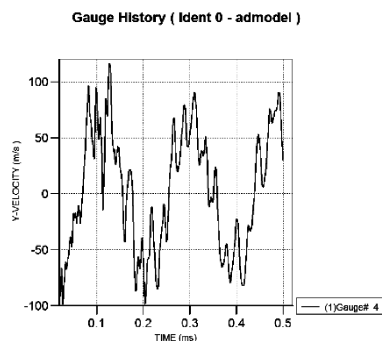

图 6-55 节点 4 显示设置效果
(8) 按照同样的方法，在【History Plots】对话框中单击【Single Variable Plots】，在对话框的左边选择 Gauge# 4，单击 ☒ 确定，得到陶瓷上的节点 4 在 Y 方向上的速度随时间的变化曲线，如图 6-55 所示。